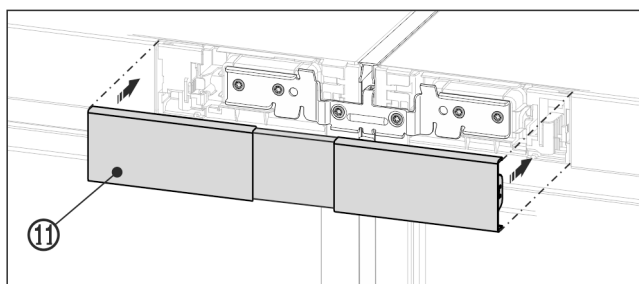

Fig. 23 Näitlik kujutis
- Fikseerige ülemine kate Fig. 23 (11) käsitsemispaneeli mõlema ilukatte veel lahtisele vaheruumile. Pöörake tähelepanu sellele, et kate välisküljed on käsitsemispaneeli ilukattetega kohakuti.